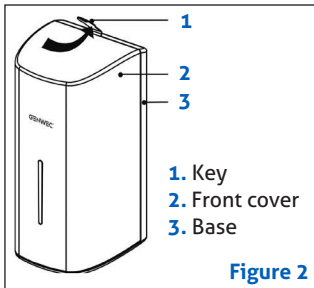

Figure 2
1. Siga los pasos 1 y 2, desbloquee y abra la cubierta frontal con la llave de apertura, según se ilustra en la Fig. 2.
1. Follow the Step 1 and 2, unlock and open the front cover by the key attached as shown in (Figure 2)